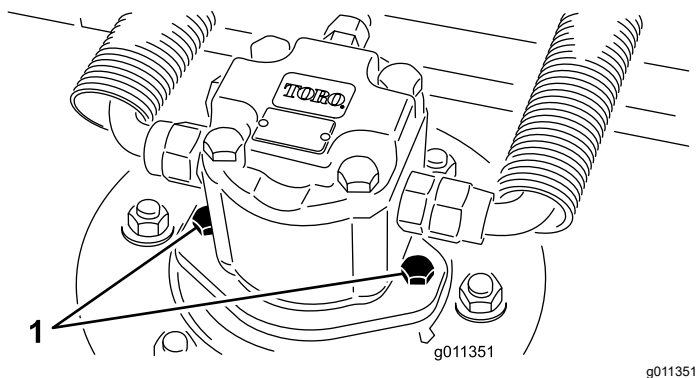

图 78
2. 从滚刀组中断开并取出液压马达图 78。盖住铰轴的顶部防止污染。
3. 将液压马达安装到滚刀组上图 78。确保 O 形圈到位且没有受到损坏。